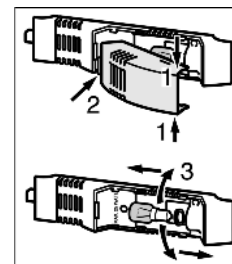

Fig. 13
- ▶ Kryt světla uchopte nahoře a dole *Fig. 13 (1)*.
- ▶ Kryt světla vzadu uvolněte ze západek a vysadte *Fig. 13 (2)*.
- ▶ Vyměňte žárovku *Fig. 13 (3)*.